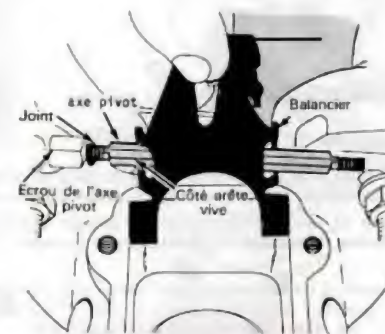

Fig. 16.
- Retirer de l'axe pivot l'un des écrous borgnes avec son joint, sortir l'axe, le balancier et la tringlerie (fig. 16).